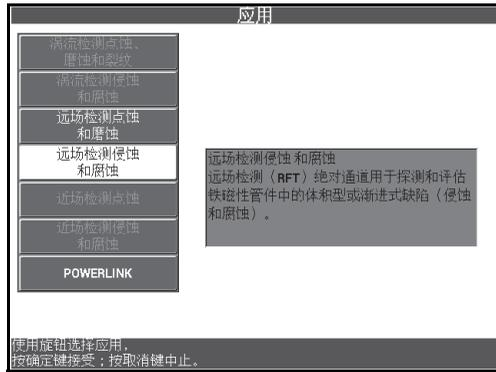

图 5-212 远场检测侵蚀和腐蚀应用
2. 选择**继续**（功能键 A），然后使用旋钮选择**远场检测侵蚀和腐蚀**，并按确定键（）接受（参见第 260 页的图 5-212）。